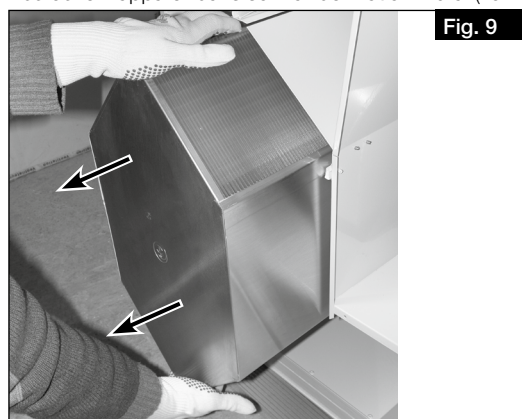

Fig. 9
2. Afin de réduire le poids de la centrale, retirer l'échangeur à contre-courant (voir Fig. 9).